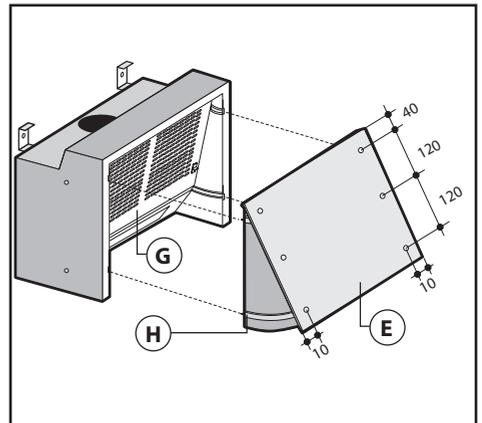

Fig.7
Estrarre lo sportello (E) rimuovendo la griglia (G) e tirando contemporaneamente gli appositi fermi a molla (H) Fig.7.
Fissare lo sportello al pannello frontale tramite le viti alle quote indicate in Fig.7.
Con questo tipo d'installazione l'apparecchio scarica i vapori all'esterno attraverso una parete perimetrale o canalizzazione esistente. È necessario a tal scopo acquistare, un tubo murale telescopico, del tipo previsto dalle vigenti normative non infiammabile e collegarlo alla flangia **B** in dotazione (Fig.7).